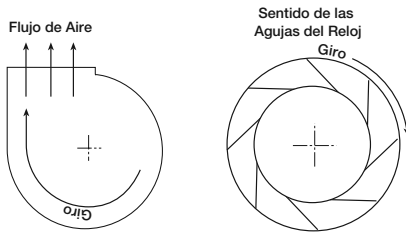

Figura 10 — Giro de la Rueda, Visto desde el Lado de la Transmisión
- Verifique el giro de la rueda activando momentáneamente la unidad y observe si el giro va en la misma dirección que el flujo de aire en la salida y si está en conformidad con la calcomanía de giro que se encuentra en la unidad o consulte la Figura 10.